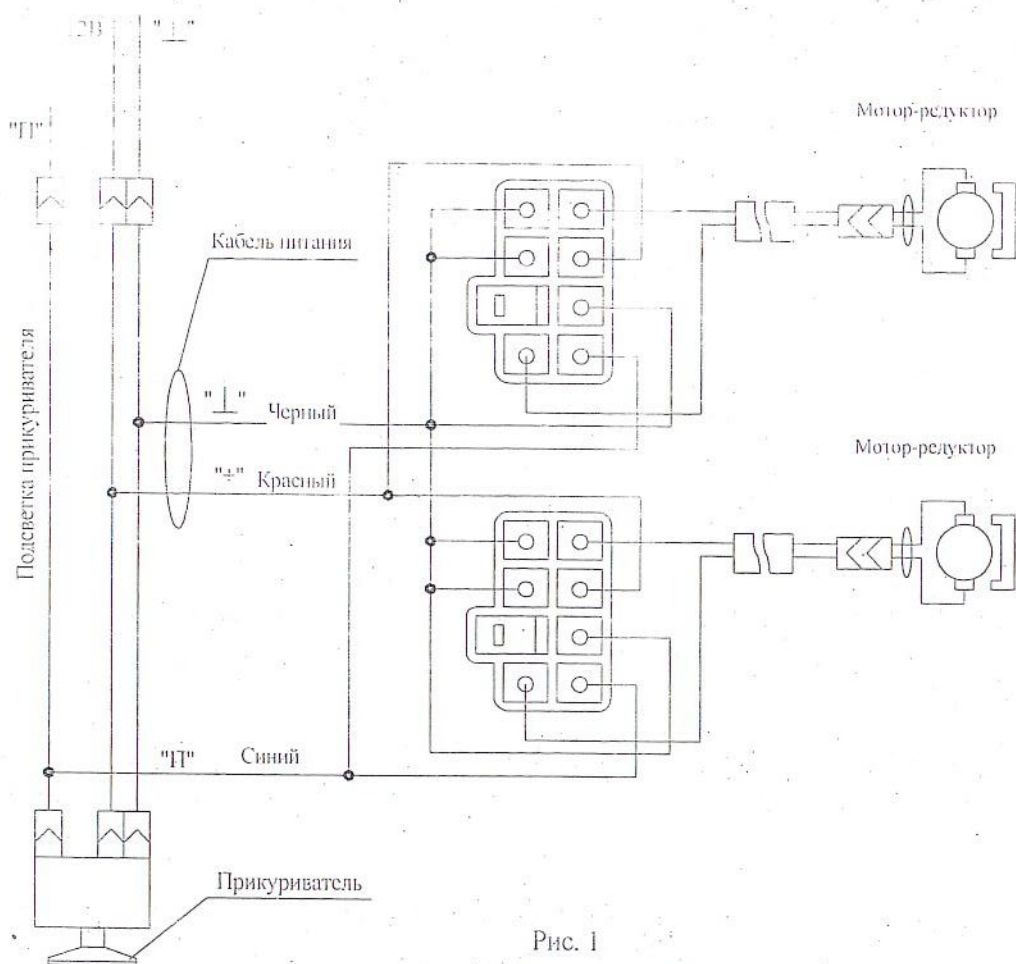

Рис. 1
- 6.8 Через отверстия в стойках дверей и дверях, через кабельные вводы, протянуть кабели к электродвигателям. Закрепить кабельные вводы в дверях и стойках дверей. Подключение кабелей выполнить согласно схеме подключения рис.1.